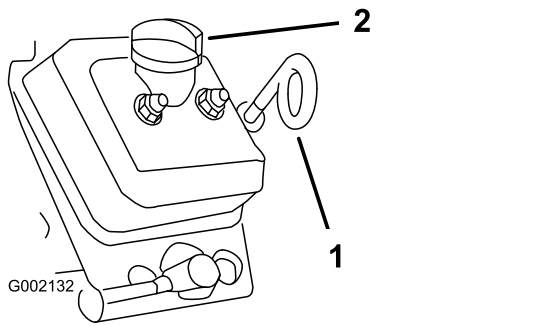

Figura 40
8. Limpe em redor da vareta de óleo, tampão de enchimento e bocal de enchimento e retire a vareta (Figura 40).
9. Retire o tampão de enchimento e deite o óleo especificado no tubo de enchimento até que o nível de óleo atinja a marca "Full" (Cheio) da vareta (Figura 40).
10. Insira a vareta completamente no tubo, retire a vareta e verifique o nível do óleo (Figura 40).
11. Coloque a vareta no tubo da vareta e o tampão de enchimento no tubo de enchimento até que a vareta e tampão estejam firmemente no sítio (Figura 40).